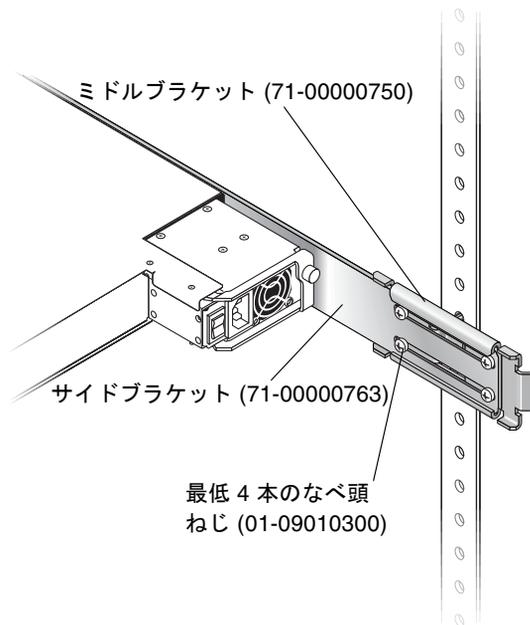

図 2-12 組み立て済みのミドルブラケットとサイドブラケット
8. 各サイドブラケットをミドルブラケットに取り付けます（図 2-12 を参照）。